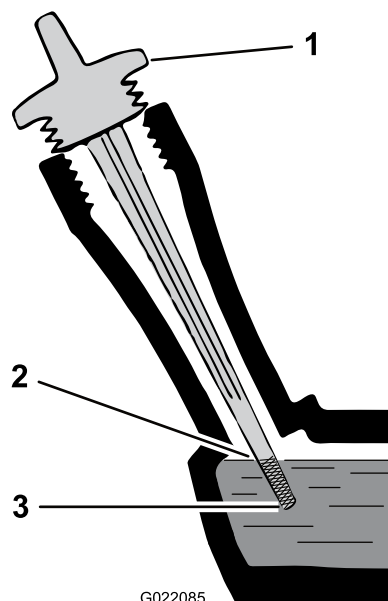

**Figura 27**
6. Ponga la máquina de lado, con el filtro de aire hacia arriba, para drenar el aceite usado a través del tubo de llenado de aceite (Figura 27).